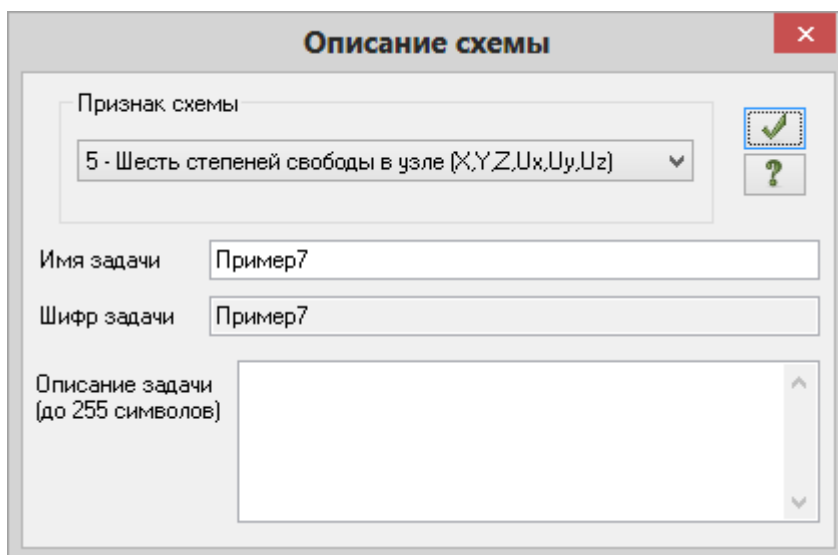

Рис.7.1. Диалоговое окно **Описание схемы**
- В появившемся диалоговом окне **Описание схемы** (рис.7.1) задайте следующие параметры: